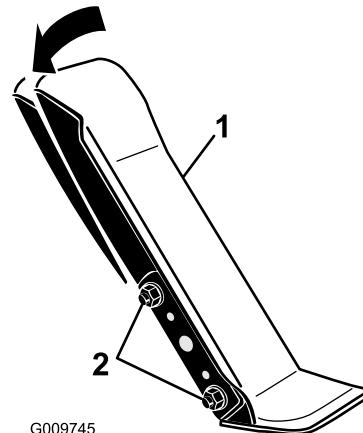

Figure 57
- Desserrez les deux écrous et boulons qui fixent le côté gauche de la pédale de déplacement au support (Figure 57).
- Faites pivoter la pédale à l'angle voulu puis serrez les écrous (Figure 57).